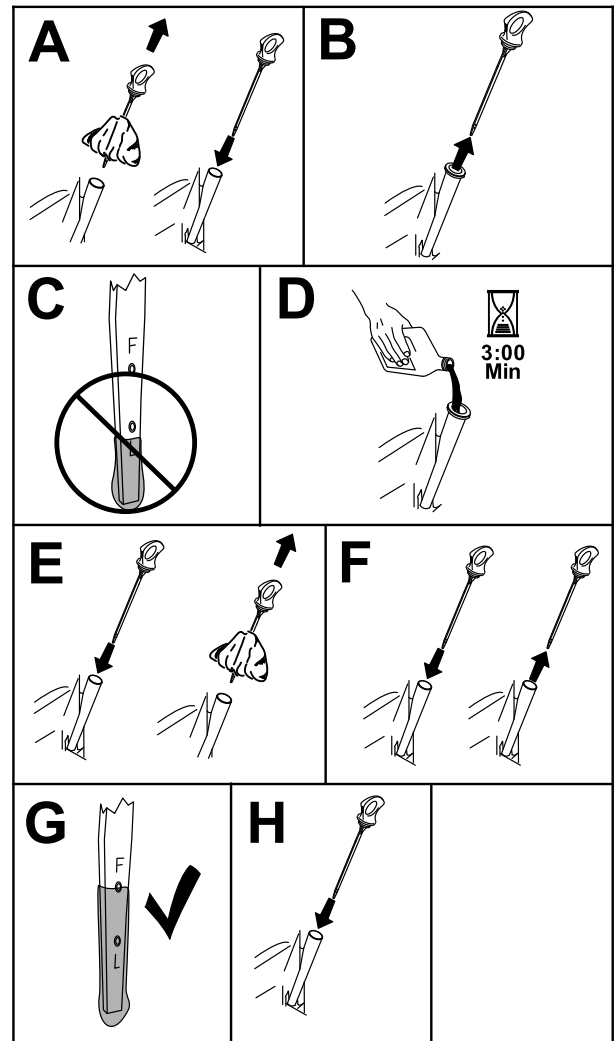

Bild 41
3. Reinigen Sie den Bereich um den Ölfüllstutzendeckel bzw. den Peilstab vor dem Abnehmen, damit kein Schmutz oder Schnitzgut usw. in den Motor gelangt (Bild 41).